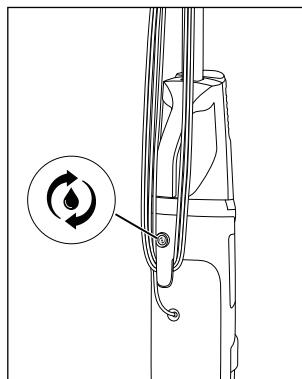

Fig. 32
- ◆ Tryk på kontakten selvrensning ⑩ (se fig. 32).